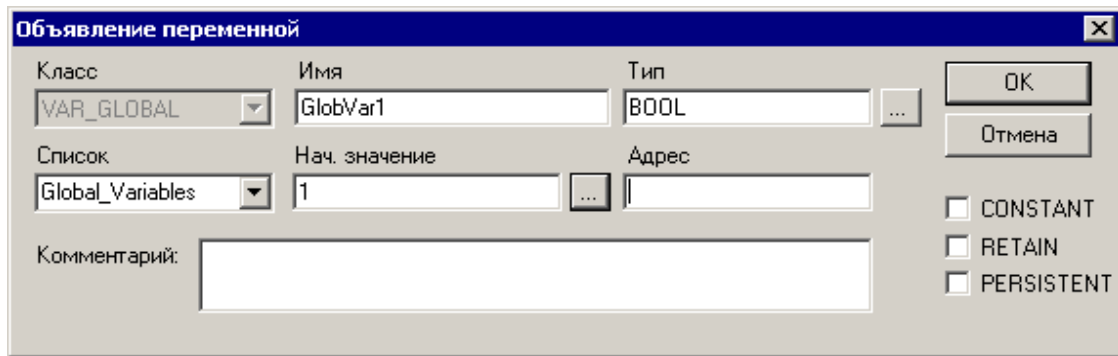

Рисунок 7.4 – Окно «Объявление переменной»
- 2) В открывшемся окне «Автообъявление переменной» (см. рисунок 7.4) – задать значения параметров вводимой переменной.